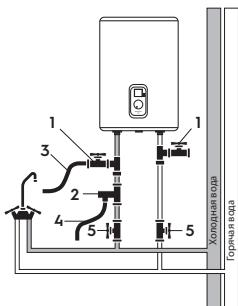

Рис. 4
Подключение обратного предохранительного клапана (рис.4, поз. 2): клапан следует устанавливать в месте входа холодной воды (удостоверьтесь, что гибкая сливная трубка (рис.4, поз. 4) установлена, на отверстие спуска давления слива воды и направлена вниз в специальный дренаж для удаления воды).
При подключении к системе водоснабжения необходимо предусмотреть и реализовать установку индивидуальных запорных вентилей (рис. 4, поз. 5) на линии подачи холодной воды в водонагреватель и на линии выхода горячей. Индивидуальные запорные вентили по линии горячей и холодной воды, должны быть в закрытом состоянии в период неиспользования водонагревателя, проведе-
ния профилактических и технологических работ на линии водоснабжения. Установка и правильное использование запорных вентилей является обязательным условием при предоставлении гарантийного обслуживания, а так же залогом длительной и безаварийной работы водонагревателя. Для упрощения процесса слива воды из водонагревателя рекомендуется на входе и выходе воды из водонагревателя установить тройники (рис. 4, поз.1). Если ванная комната слишком мала для установки водонагревателя, он может быть установлен в любом другом помещении, защищенном от попадания прямых солнечных лучей и дождя. Однако для сокращения тепловых потерь в трубопроводе водонагреватель следует устанавливать как можно ближе к месту использования воды.
Установка водонагревателей серии Megapolis Wi-Fi существенно облегчается возможностью установить их как вертикально, так и горизонтально, в любом месте вашего дома, в отапливаемом (!) помещении как показано на рис. 4а.
Рис. 4а
- Присоедините дренажный шланг (позиция 3 на рис. 4) к запорному крану на тройнике на входе холодной воды в водонагреватель и направьте его в канализацию, либо в место слива воды. Откройте запорный кран и дождитесь полного слива воды.